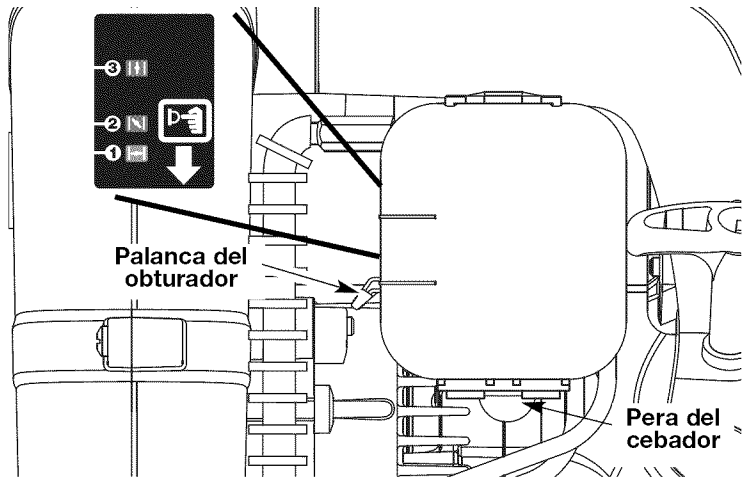

Fig. 11
2. Oprima completamente y libere la pera del cebador 10 veces, lentamente. Deberá verse alguna cantidad de combustible en la pera del cebador y en las tuberías de combustible (Fig. 11). Si no puede ver combustible en la pera, oprima y suelte la pera tantas veces como sea necesario hasta que vea combustible en la misma.
3. Coloque la palanca azul del obturador en la **Posición 1** (Fig. 11).
6. Coloque la palanca azul del obturador en la **Posición 2** (Fig. 11).
9. Una vez que el motor esté caliente, coloque la palanca azul del obturador en la **Posición 3** (Fig. 11).
SI... el motor funciona con fallas, vuelva a colocar la palanca azul del obturador en la **Posición 2** (Fig. 11) y continúe calentando el motor.
SI... el motor no arranca después de unos cuantos intentos, coloque la palanca azul del obturador en la **Posición 3** (Fig. 11) y oprima el control de crucero hacia abajo. Tire de la cuerda de arranque fuertemente de 3 a 8 veces. El motor debe arrancar. Si no lo hace, repita el procedimiento.
SI ESTÁ CALIENTE... Si el motor ya está caliente, arranque la unidad con la palanca azul del obturador en la **Posición 2** (Fig. 11). Después que la unidad arranque, mueva la palanca azul del obturador a la **Posición 3** (Fig. 11) y evante el control de crucero.